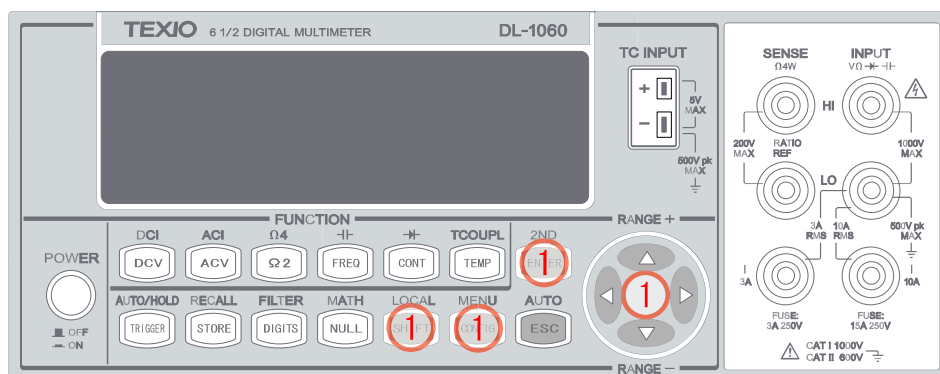

図 3-39
- ① SHIFT+CONFIG > SYSTEM > SYSTEM VER > ENTER の順に操作し、ファームウェアのバージョンを確認します。ディスプレイに3つの数字( XX-XX-XX )を表示します。最初の数字は計測用マイクロプロセッサ、2つ目は I/O プロセッサ用、最後の 1 つは前面パネルプロセッサ用のバージョンです。使用するボタンを図 3-39 に示します。